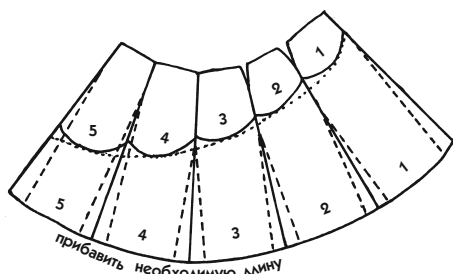

Рис. 285
7. Сделайте плавное закругление линии временного низа и отметьте, сколько нужно прибавить, чтобы получить полную длину юбки (рис. 285).
- В данном примере наметьте сначала наклонные линии (на рис. 285 показаны пунктиром), а затем прорисуйте фестоны.
6. Разрежьте пронумерованные полосы. Поместите их на другой лист бумаги и придайте ширину, как на рис. 285, в соответствии с пояснениями к рис. 230—233. В примере сделаны фалды по 8 см на временной длине юбки.